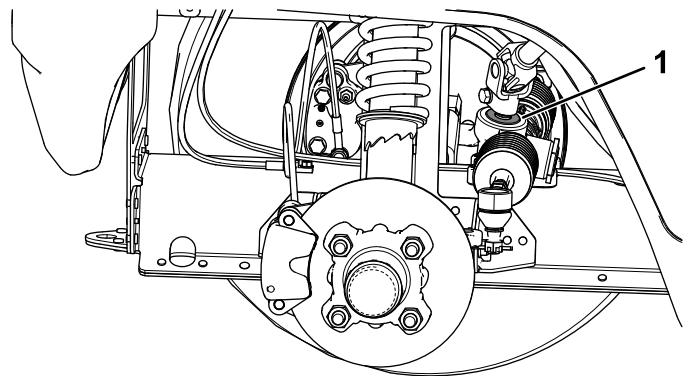

Figura 55
- Importante:** Inspeccione la condición y la integridad del retén del eje del piñón (Figura 55).